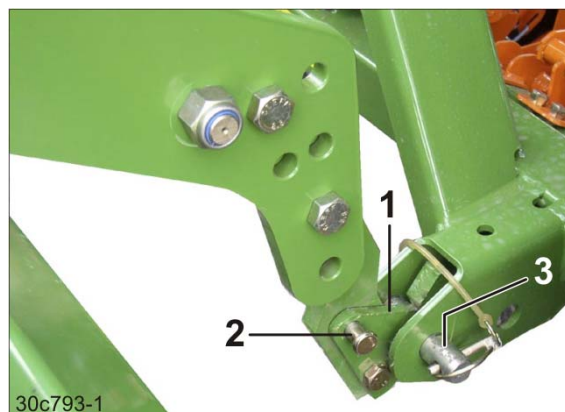

Bild 103
2. Lossa säkringsplattorna (Bild 103/1).
- 2.1 Dra ut bultarna (Bild 103/2).
5. Grip tag i de nedre ledpunkterna (Bild 103/3) på såmaskinen med fästkrokarna.
7. Vrid säkringsplattorna (Bild 103/1) och fäst dem med vardera en bult (Bild 103/2). Säkra bultarna med låssprintar.